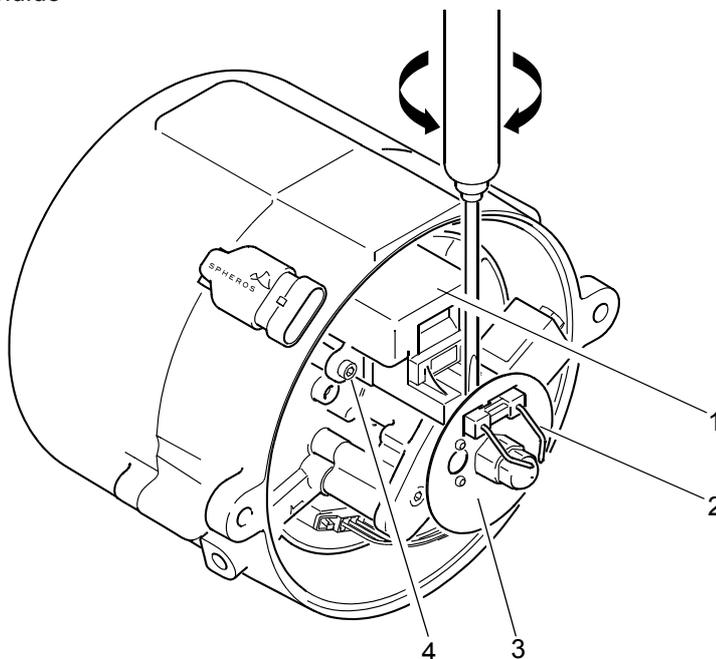
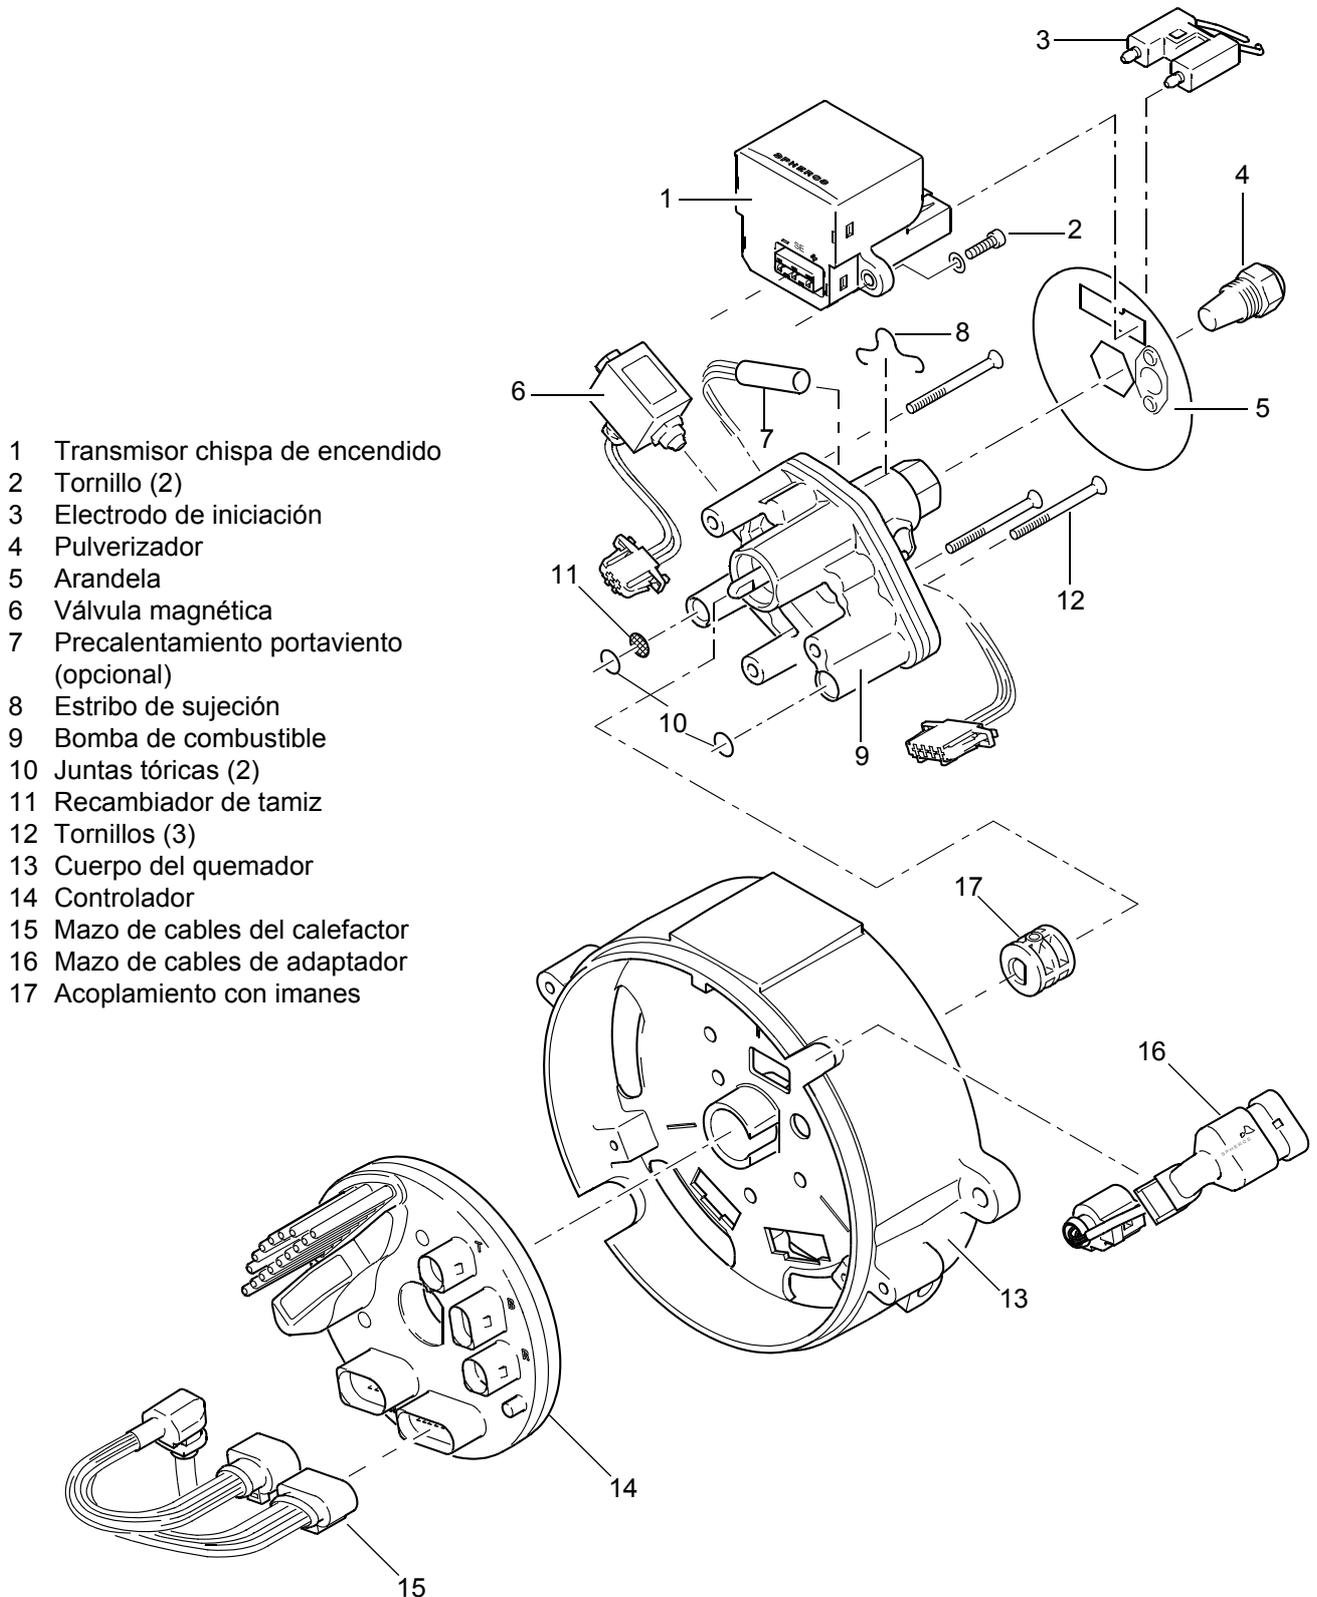

Fig. 804 Desmontaje del transmisor de chispa de encendido / del electrodo de iniciación
Fig. 805 Montaje y desmontaje de componentes
2. Levantar y quitar el electrodo de iniciación (2, Fig. 804) del transmisor de chispa de encendido con un destornillador girando en la dirección adecuada.
3. Quitar la arandela (3).
4. Quitar los tornillos (4) con arandelas de seguridad.
5. Extraer y quitar el transmisor chispa de encendido (1).
1. Llevar el transmisor de chispa de encendido (1, Fig. 804) al lugar de montaje, y asegurar con tornillos (4).
2. Apretar los tornillos (4) con 5 Nm +1 Nm.
3. Colocar la arandela (5) en el portaviento de la bomba de combustible (9, Fig. 805) y ajustar de frente el guardallamas en el controlador (14, Fig. 805) y el transmisor de chispa de inicio.
4. Colocar el electrodo de iniciación (2, Fig. 804) .
- 4 Tornillos (2)
2. Levantar y quitar el electrodo de iniciación (3, Fig. 806) del transmisor de chispa de encendido con un destornillador girando en la dirección adecuada. (véase Fig. 804)
3. Quitar la arandela (5).
2. Levantar y quitar el electrodo de iniciación (1, Fig. 804) del transmisor de chispa de encendido con un destornillador girando en la dirección adecuada. (véase Fig. 804).